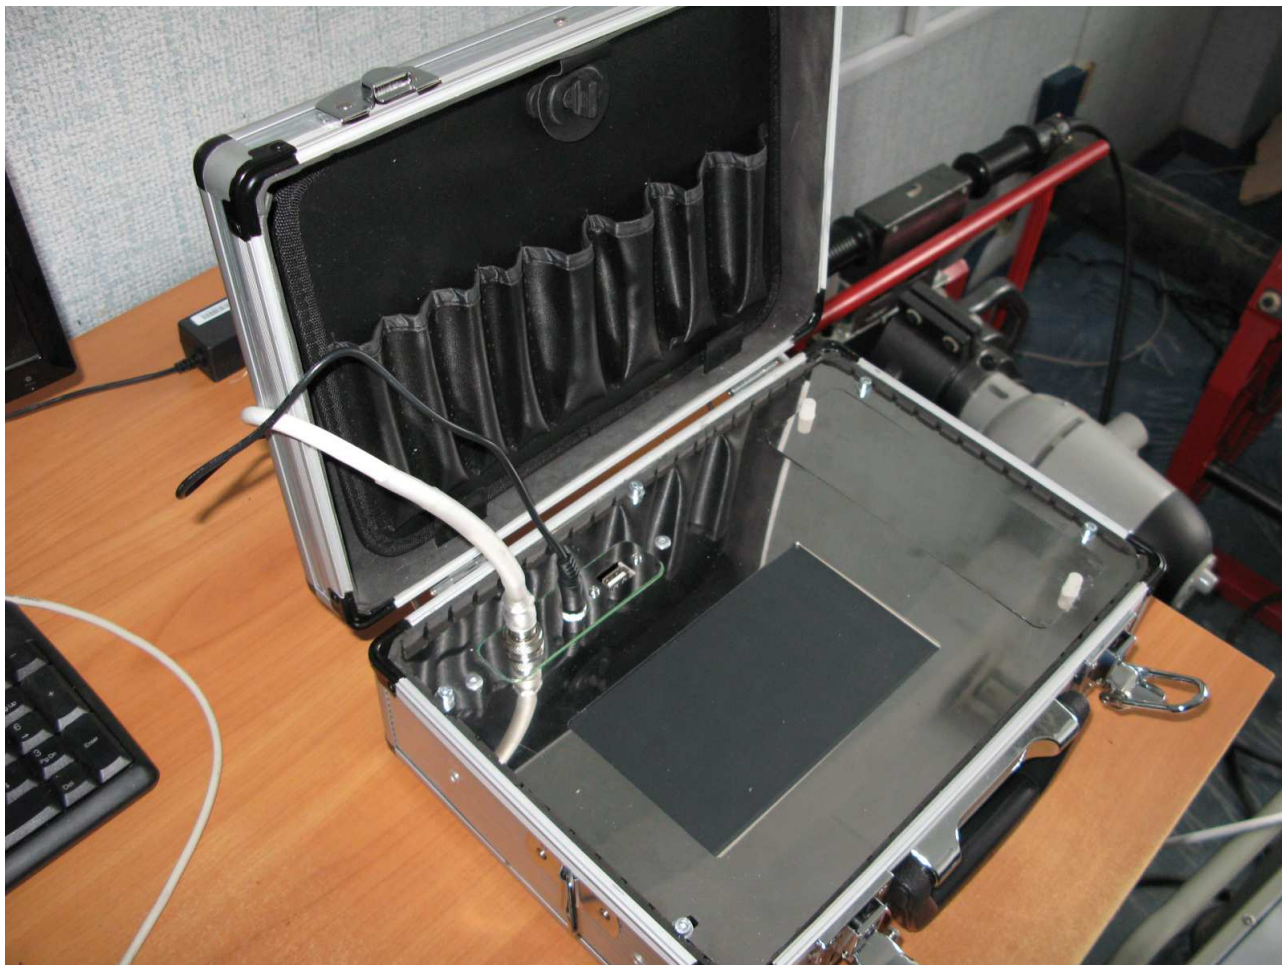

Рис. 1. Внешний вид прибора
3.1. Внешний вид прибора показан на рис.1